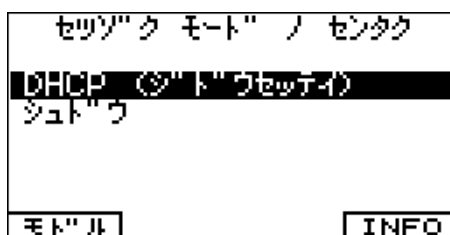

図 4.3.1-1 接続モードの選択画面
7. FUNCTION キーを押して、接続モードの選択画面を表示します (図 4.3.1-1 参照)。